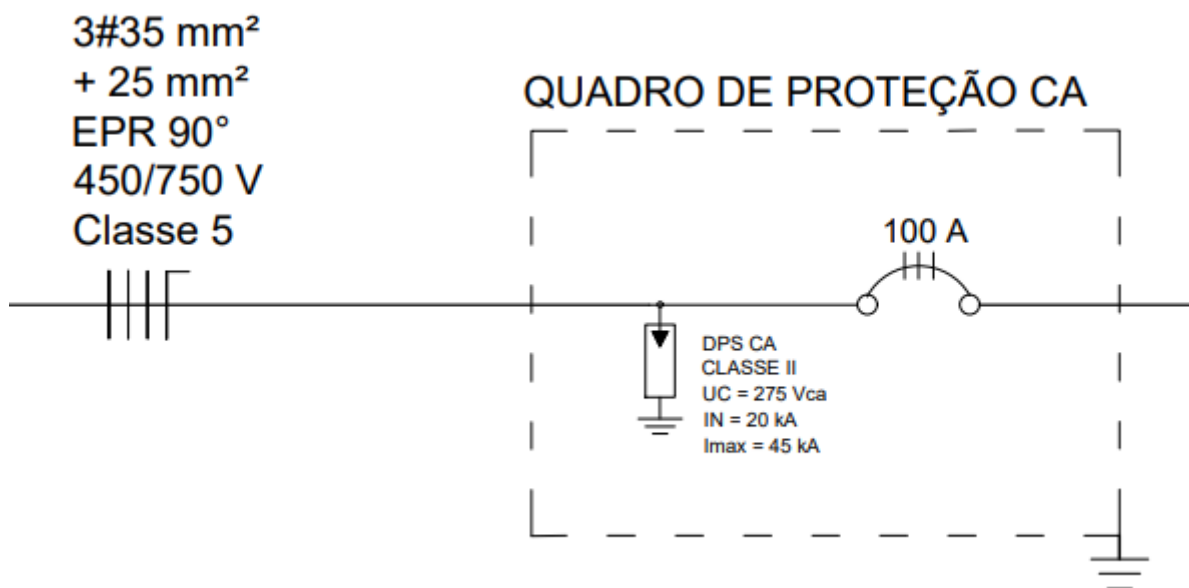

Figura 3 – Quadro de proteção CA
No o quadro de proteção CA deverá ser instalado o mesmo modelo de disjuntor especificado no item 7.1, e 4 DPS classe II, UC = 275 Vca, IN = 20 A e I_{max} = 45 kVA. O cabo de alimentação utilizado será 3#35 mm² + 25 mm², EPR 90°, 450/750 V e classe 5. conforme figura 3 abaixo.